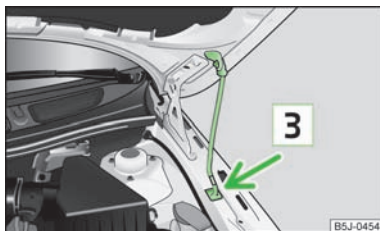

Fig. 117
- Sortez la béquille de capot de son support et fixez le capot ouvert en insérant l'extrémité de la béquille de capot dans l'orifice prévu à cet effet [3] » fig. 117.